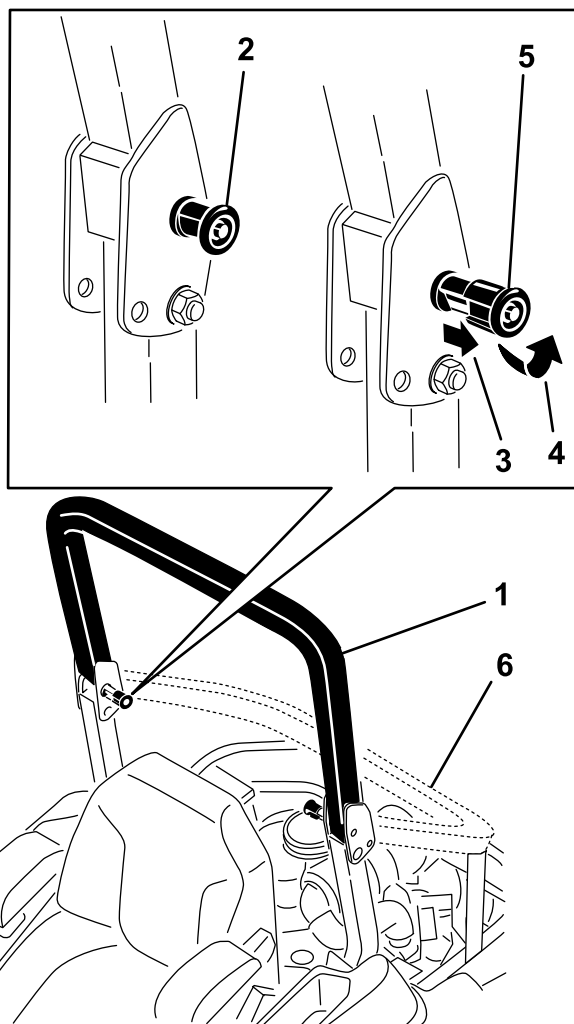

Figura 57
**Nota:** Puede ser necesario empujar hacia adelante o tirar hacia atrás de la parte superior de la barra antivuelco para que se bloqueen completamente ambos pomos (Figura 57 y Figura 58).